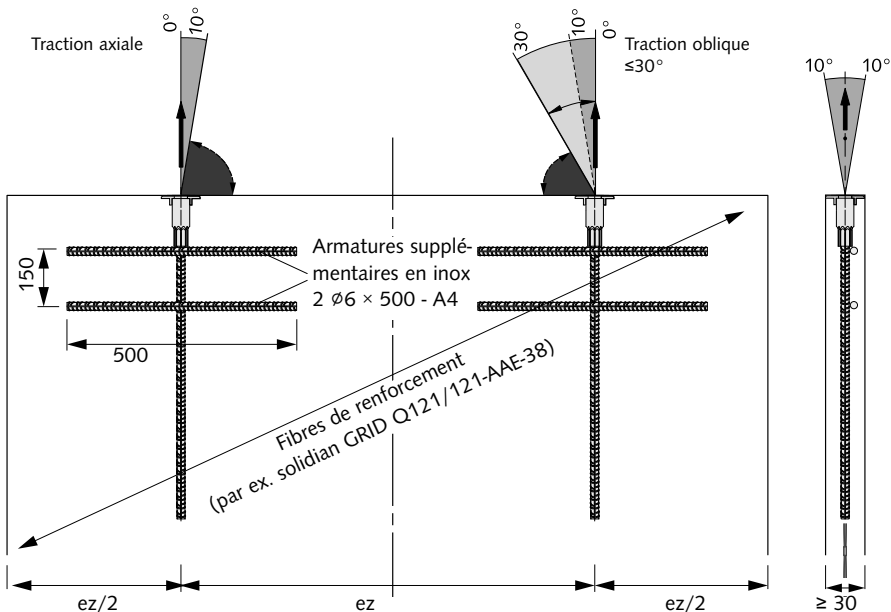

Fig. 1b: Armatures supplémentaires en inox et angles de levage autorisés.
3. Les 2 armatures supplémentaires en inox doivent être fixés à l'armature en fibres, avec par exemple des fils à ligaturer. Le premier à côté de la partie filetée de la douille, la deuxième à une distance de 15 cm (→ Fig 1b).
Les consignes pour traction oblique Figs 1b, 2 et 3 sont obligatoires !